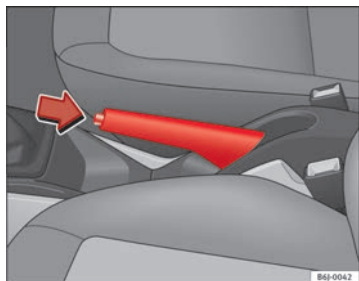

Fig. 110 Il freno a mano, ubicato tra i due sedili anteriori
⇒ **fig. 110**.
- Tenendo premuto (nella direzione indicata dalla freccia ⇒ **fig. 110**) il tasto di sblocco, spostare prima la leva leggermente verso l'alto e poi abbassarla del tutto ⇒ **△**.